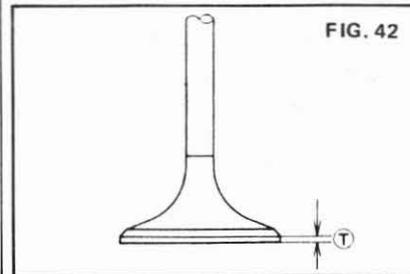

FIG. 42
2) Mesurer l'épaisseur de la tête des soupapes (voir fig. 42) et remplacer la soupape si la valeur est en-dessous de la limite.